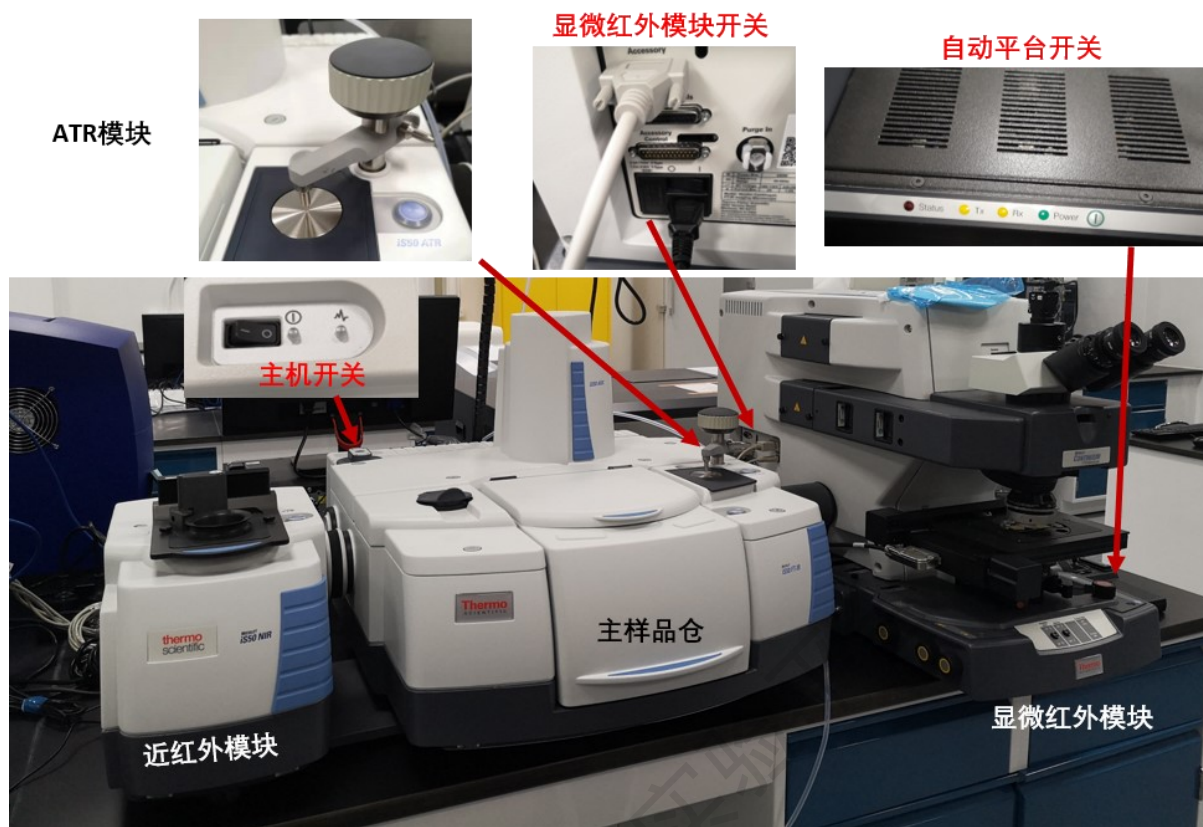

图 6-1 傅里叶变换显微红外光谱仪
6.2.1 仪器组成 图 6-1 显示傅里叶变换显微红外光谱仪的各个部件。本仪器功能齐全, 包括透射模块(主样品仓)、近红外模块、ATR 模块和显微红外模块, 每个模块的应用范围不同, 可根据需要选择合适的模块进行测试。
使用显微红外模块需要同时打开主机开关、显微红外模块开关和自动平台控制开关（图 6-1）。由于显微模块都是 MCT 检测器，必须在检测器内加满液氮。